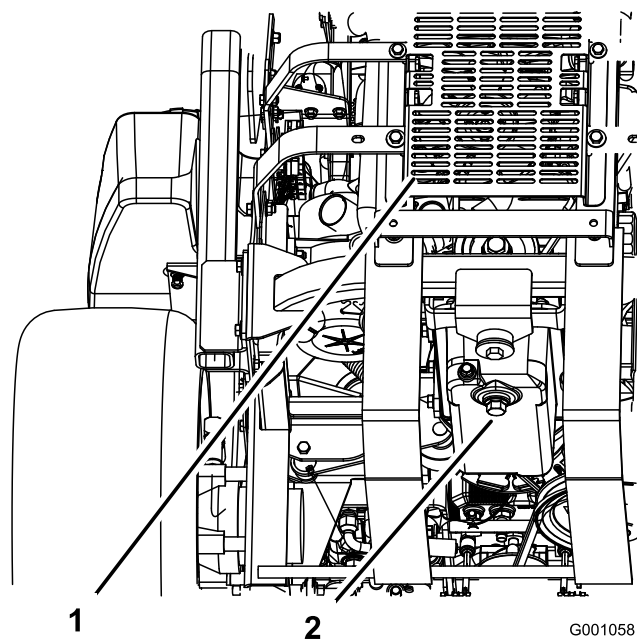

Figura 39
5. Collocate una bacinella sotto lo spurgo dell'olio. Togliete il tappo dell'olio e lasciate defluire completamente l'olio (Figura 39).